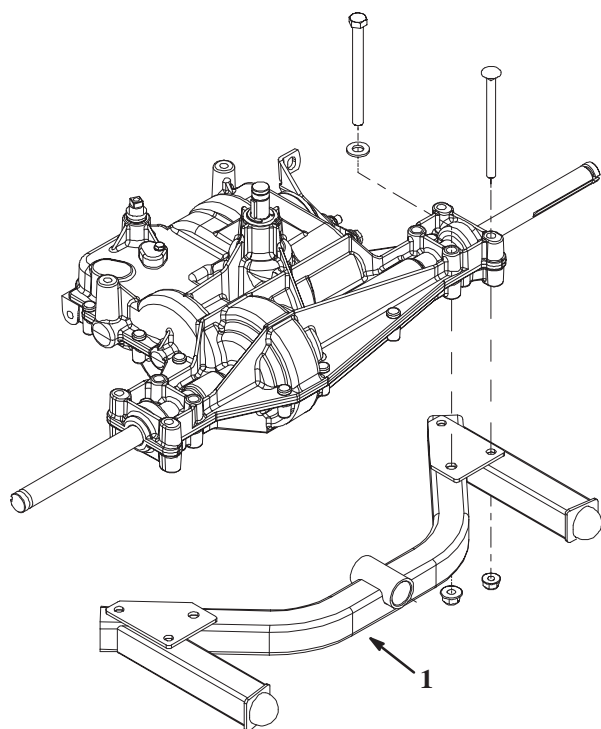

Figura 3
6. Levante o engate do atrelado até aos parafusos novos. Posicione como se indica na Figura 3.